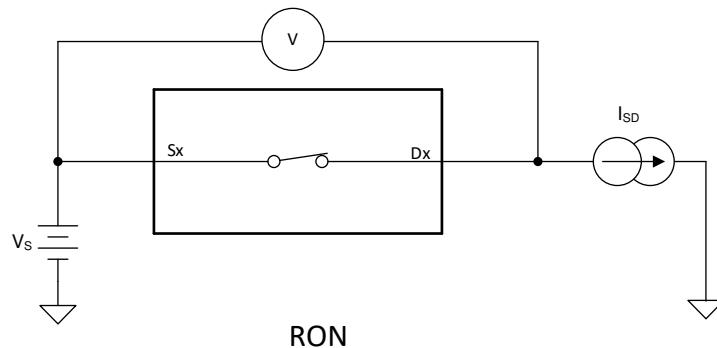

図 6-1. オン抵抗測定時の構成
デバイスのオン抵抗は、デバイスのソースピン (Sx) とドレインピン (Dx) の間の抵抗値 ( $\Omega$ ) です。オン抵抗は、入力電圧と電源電圧によって変化します。オン抵抗は、記号  $R_{ON}$  を使用して示されます。図 6-1 に、 $R_{ON}$  の測定に使用する測定構成を示します。この構成を使用して電圧 (V) と電流 ( $I_{SD}$ ) を測定し、 $R_{ON}$  は  $R_{ON} = V / I_{SD}$  で計算します。